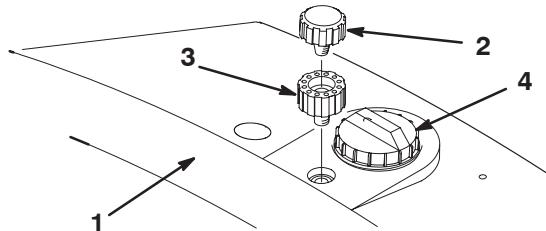

Bild 8
1. Nehmen Sie den Entlüfterdeckel vom Hydrauliktank ab (Bild 8).
2. Setzen Sie die Entlüfterverlängerung in den Behälter ein (Bild 8).
3. Drehen Sie den Entlüfterdeckel in die Entlüfterverlängerung ein (Bild 8).